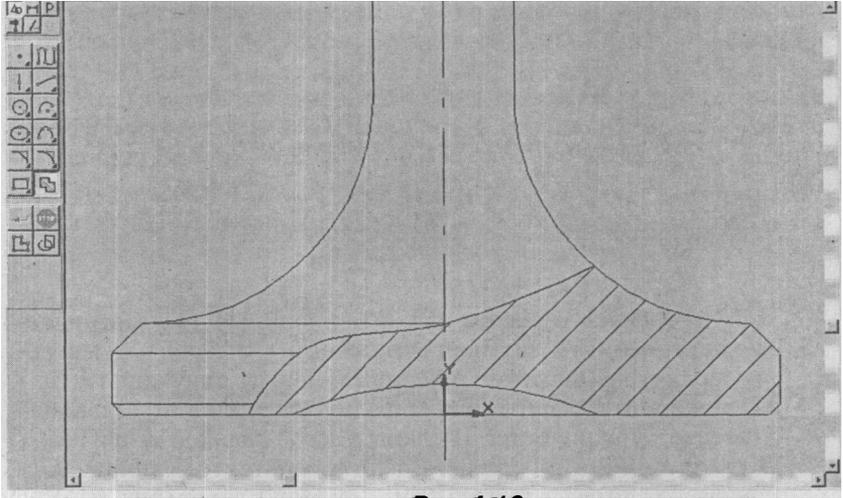

Рис. 4.16
12. Штриховка. Нажать кнопки: **G**& (**Геометрические построения**) и **III** (**Штриховка**). В строке параметров установите шаг штриховки (3) *P~ 3, угол наклона штриховки (45) $\alpha \hat{n}^{\wedge}$ **j** и с т и л ь штриховки (металл) 1777/. Далее щелкните мышью в месте предполагаемой штриховки и нажмите кнопку **III** (**Создать объект**) (рис. 4.16).